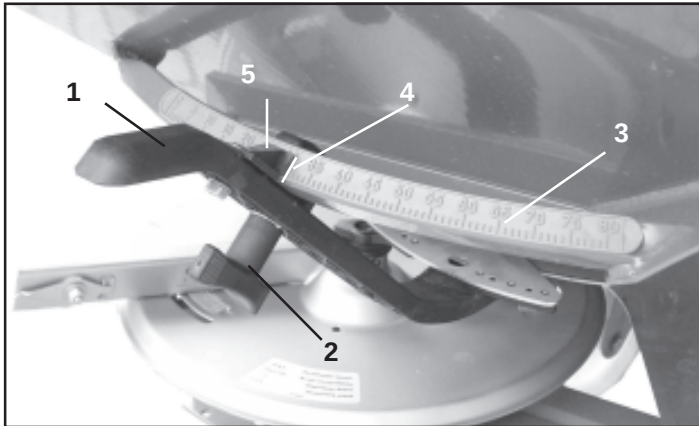

Fig. 11.1
Voor de gewenste strooihoeveelheid wordt de vereiste stand van de schuiven met de beide stelhendels (fig. 11.1/1) ingesteld. **De betreffende stand van de doseerschuiten direct in de strooitabel (hfdst. 11.1.2) aflezen, of met de rekenschijf (hfdst. 11.1.3) vaststellen.**
- Vleugelmoer (fig. 11.1/2) losdraaien,
- De gewenste positie van de doseerschuit op de schaalverdeling (fig. 11.1/3) opzoeken,
- De afleeskant (fig. 11.1/4) van de wijzer van de stelhendel (fig. 11.1/5) op de betreffende waarde instellen,
- Vleugelmoer (fig. 11.1/2) weer vast aandraaien.